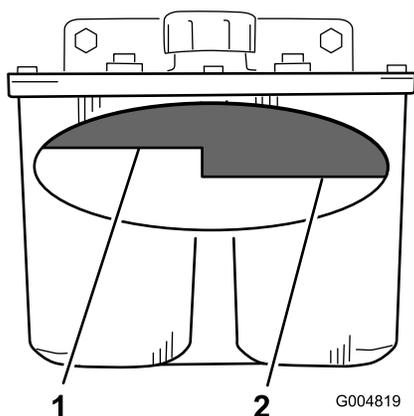

Figure 97
3. Nettoyez la surface autour du goulot de remplissage du réservoir hydraulique (Figure 97).
4. Enlevez le bouchon du goulot de remplissage et vérifiez si le réservoir contient du liquide (Figure 97).
**Remarque:** Lorsque l'huile est chaude, le niveau de liquide doit atteindre le haut du repère « à chaud » sur le déflecteur (Figure 97).